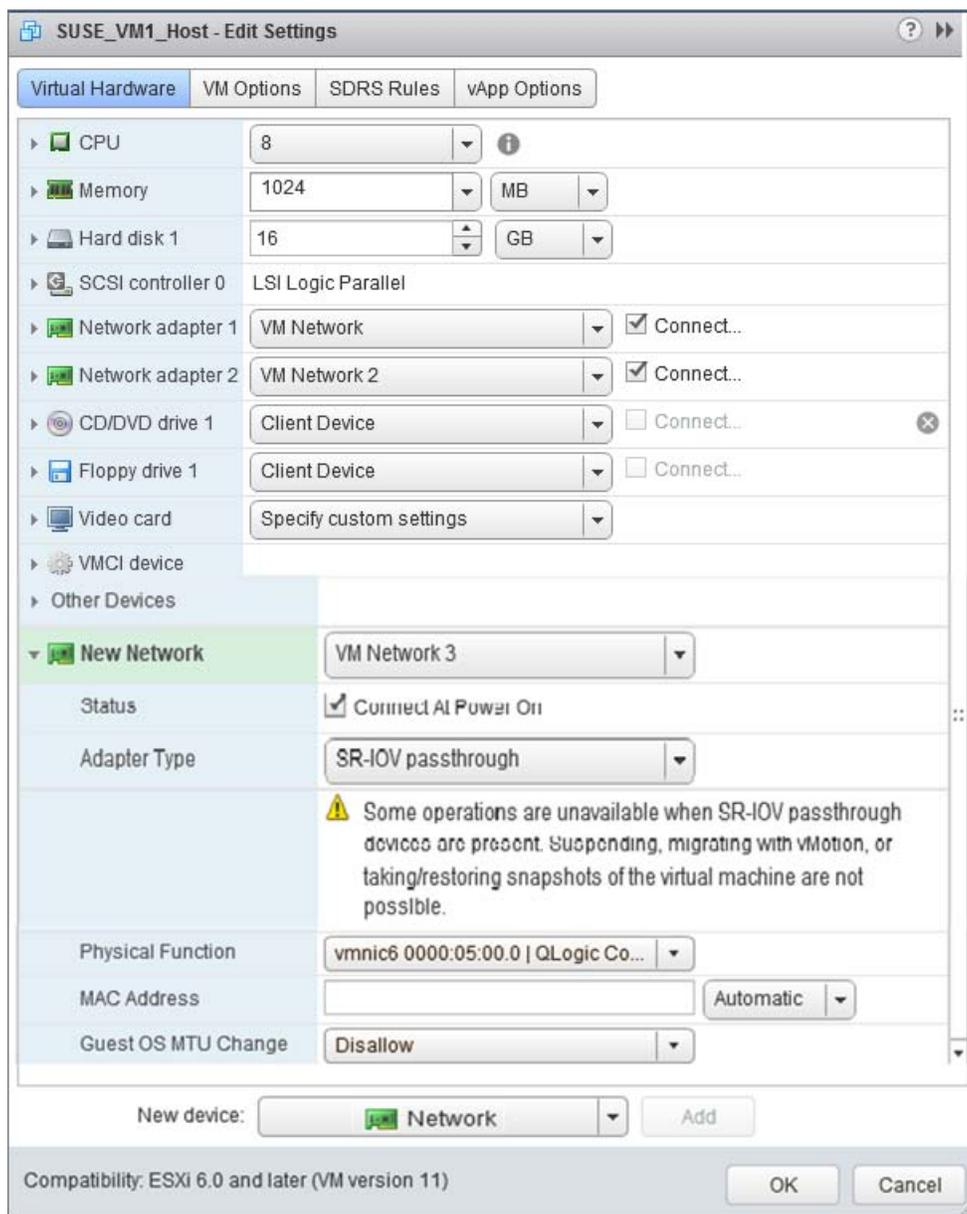

Abbildung 11-15. VMware-Host – Einstellungen bearbeiten
14. Füllen Sie das Dialogfeld „Edit Settings“ (Einstellungen bearbeiten) (Abbildung 11-15) wie folgt aus: